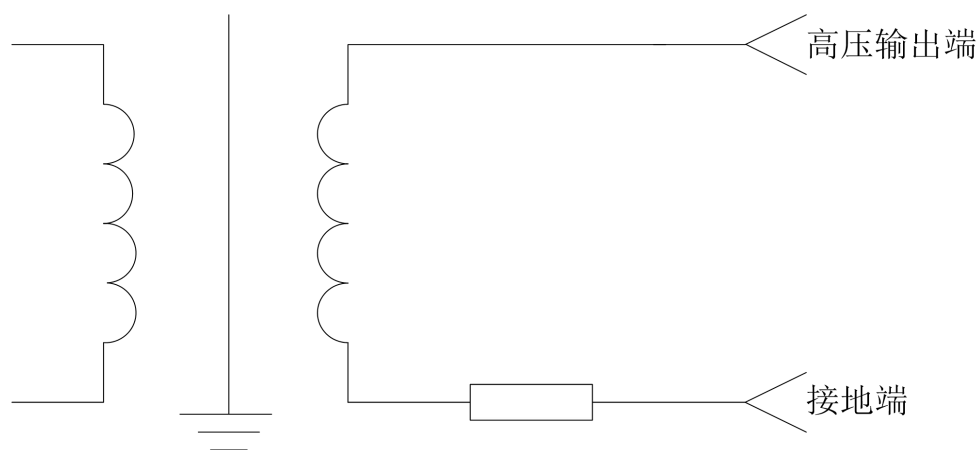

图 1 空载测试示意图
- 因本仪器电流取样电路设在高压回路的低压端（靠近接地回路），见图 1。